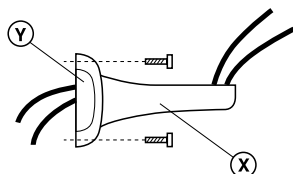

Fig. 1
1. Pasar los cables al interior del soporte (X); eventualmente quitar una de las partes laterales (Y) (Fig. 1).
2. Fijar el soporte (X) en la posición deseada con la ayuda de los tornillos de diámetro 8mm provistos de los tapones adecuados (Fig. 1).